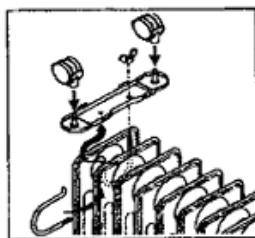

Рис. 1
- Вставьте концы U-образных скоб с резьбой в прорези в опорах для роликов и установите опоры с роликами с каждой стороны радиатора. На приборы, имеющие 7 – 9 секций, установите опоры с роликами с каждой стороны между первой и второй секциями, как показано на Рис. 1. На приборы, имеющие 11 секций, опоры с роликами установите с каждой стороны между второй и третьей секциями.